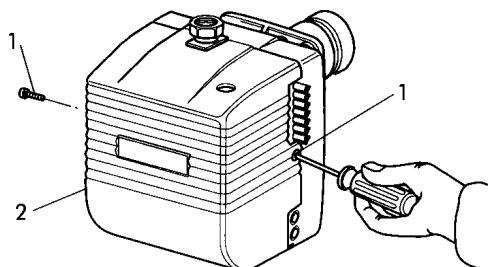

fig. 1
Per accedere ai componenti principali è sufficiente togliere il cofano come da (fig.1).
- Chiudere il rubinetto del gas e staccare la rampa gas del bruciatore. Svitare le viti **1** e togliere il cofano **2** (fig.1).